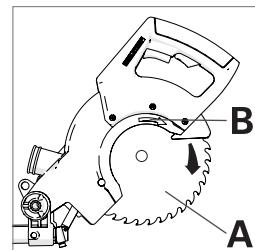

Fig. 19
Installez la nouvelle lame sur la bride interne, en veillant à bien la caler sur l'épaulement de la bride, puis relâchez lentement le carter de lame inférieur pour lui faire prendre sa position fermée d'origine. Veillez à ce que le sens d'orientation de la flèche de rotation de la lame (A) corresponde à celui de la flèche de rotation horaire du carter supérieur (B). (**Fig. 19**)